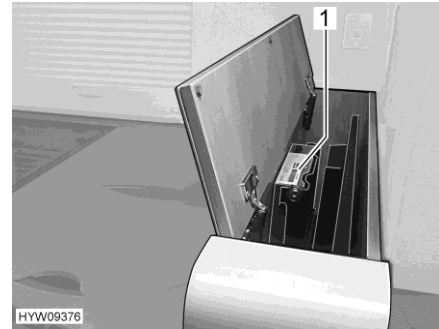

Fig. 100 Schermo piatto (scomparso)
- Schermo piatto a scomparsa manuale: Per scaricare le molle, spingere il meccanismo di sollevamento (Fig. 100,1) leggermente verso il basso. Lo schermo piatto si solleva automaticamente.